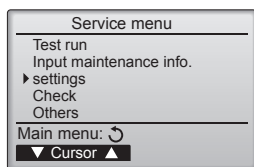

Fig. 6-2
6.2. Пульт дистанционного управления (Fig. 6-2)
- ① (Fig. 6-2)